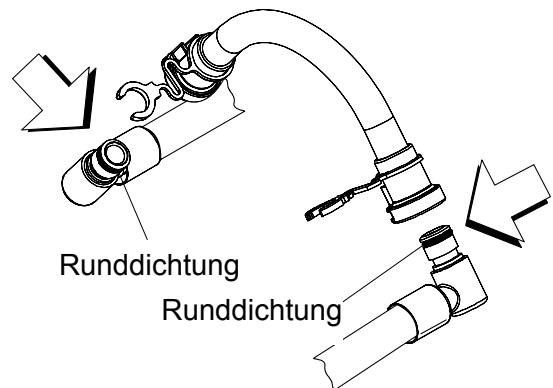

Abbildung 69
1. Die Runddichtungen an den Sirupleitungs-Anschlussstücken mit Taylor Lube HP schmieren. (Siehe Abbildung 69.)